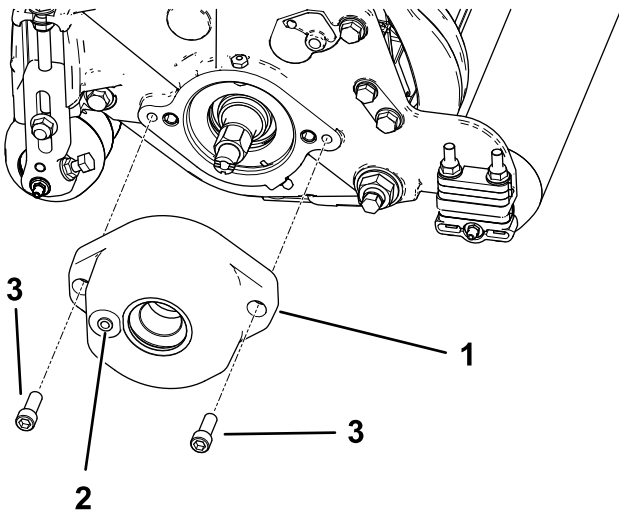

Figura 4
2. Solo per il modello 03408: montate l'alloggiamento della spazzola per rulli sull'alloggiamento del cuscinetto del cilindro con 2 bulloni a esagono incassato ($\frac{3}{8}$ " x 1"); fate riferimento a Figura 4.